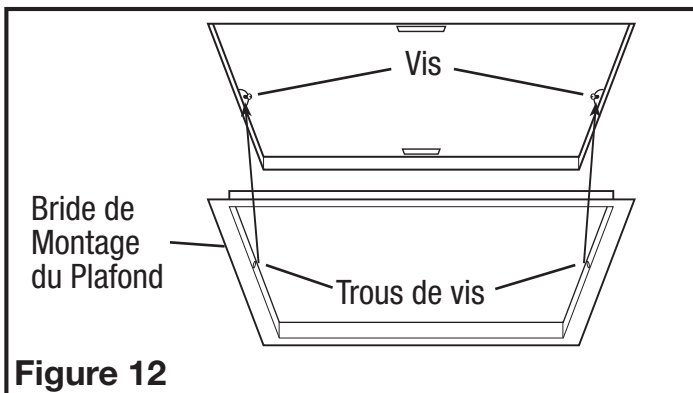

Figure 12
3. Installez la bride de montage au plafond pour couvrir tous les espaces qui existent entre le boîtier et le plafond fini. Retirez les deux vis qui relient la bride de montage au boîtier. Mettez du calfeutrage (non compris) sur chaque coin de la bride de montage au plafond pour assurer que la bride s'ajuste étroitement contre le plafond. Alignez les trous de vis dans la bride de montage au plafond avec les trous de vis à l'intérieur du boîtier et appuyez la bride en place afin qu'elle soit bien serrée contre le plafond. Réinstallez les vis de la bride de montage à l'intérieur du boîtier (Figure 12).